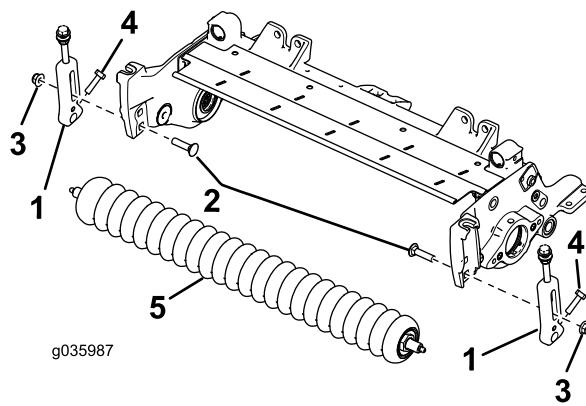

Рисунок 2
- Выверните каретные болты и контргайки, крепящие кронштейны высоты скашивания (НОС) к боковым пластинам режущего блока (Рисунок 2).
| 3. Ослабьте винты крепления кронштейнов высоты скашивания к валу переднего валика (Рисунок 2). | |
| 4. Снимите имеющиеся кронштейны высоты скашивания и передний валик с боковых пластин режущего блока (Рисунок 2). | |